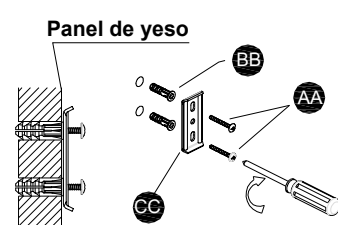

Fig. 4
4. Si lo instalará en paneles de yeso, coloque las anclas de expansión plásticas **BB** y atornillelas a la pared con un destornillador Phillips. Fije la abrazadera de montaje **CC** a la pared con los tornillos de montaje **AA** (fig. 4).